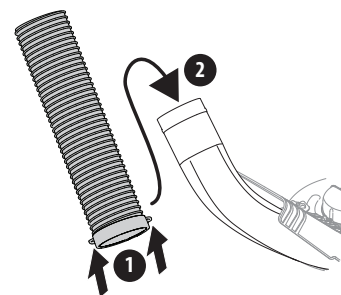

Figure 24
2. Enfilez ce dernier sur le coude de goulotte, comme illustré à la Figure 24.